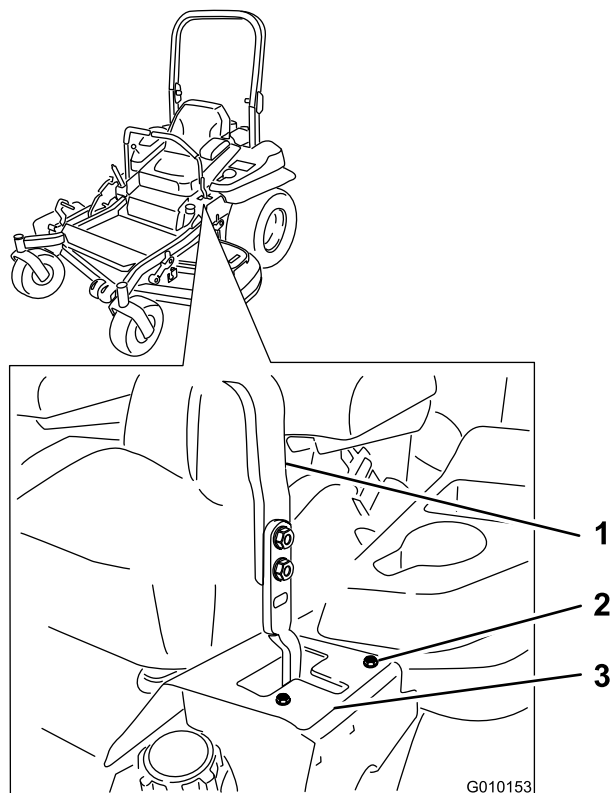

Figure 65
la fente en T gauche, jusqu'à ce que la machine se déplace en ligne droite (Figure 65).
- Si elle se déporte à gauche, desserrez les boulons et déplacez la plaque de butée droite en arrière sur la fente en T droite, jusqu'à ce que la machine se déplace en ligne droite (Figure 65).
- Serrez les boulons de la plaque (Figure 65).